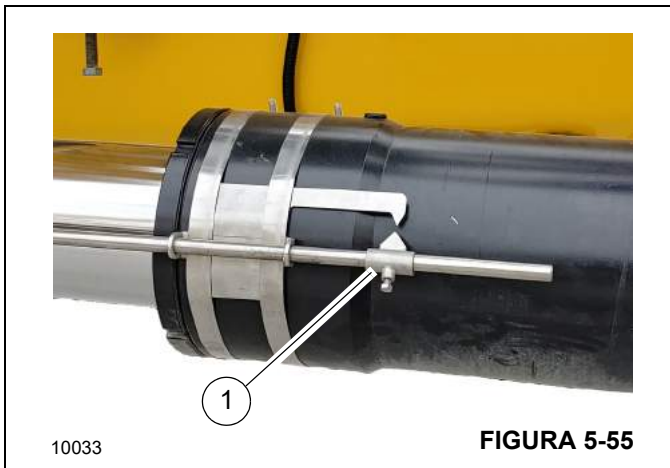

FIGURA 5-55
6. Se estiver montando uma extensão da lança hidráulica opcional, confirme que o indicador de ângulo (1, Figura 5-55) está alinhado. Se as setas não estiverem alinhadas, ajuste o deslocamento da extensão da lança conforme necessário para alinhar as setas. Para obter mais informações, consulte *Configuração do deslocamento (opcional) da extensão da lança hidráulica*, página 5-84.